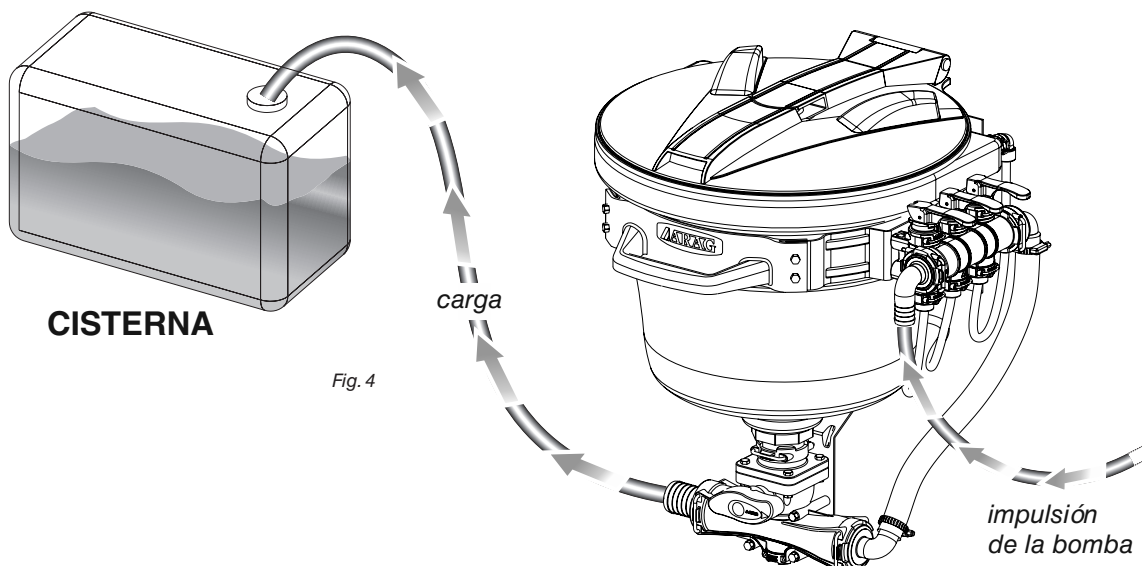

Fig. 4
Accionar la bomba desviando contemporáneamente el flujo hacia la impulsión del Mixer (Fig. 4) **asegurándose de respetar los caudales/presiones indicados en las tablas boquillas (tab. 2a ÷ 2d).**
Si se tienen que introducir grandes cantidades de producto químico, es posible colocar directamente el producto en el Mixer con la tapa abierta durante la fase de descarga, con la válvula (palanca amarilla C) abierta y la válvula Mixer abierta (Fig. 4) hasta completar la transferencia del líquido en la cisterna.
**Abrir la válvula de bola ubicada en la parte inferior del Mixer (Fig. 4):** de esta manera se conecta el interior del Mixer con el circuito de carga en la cisterna principal.